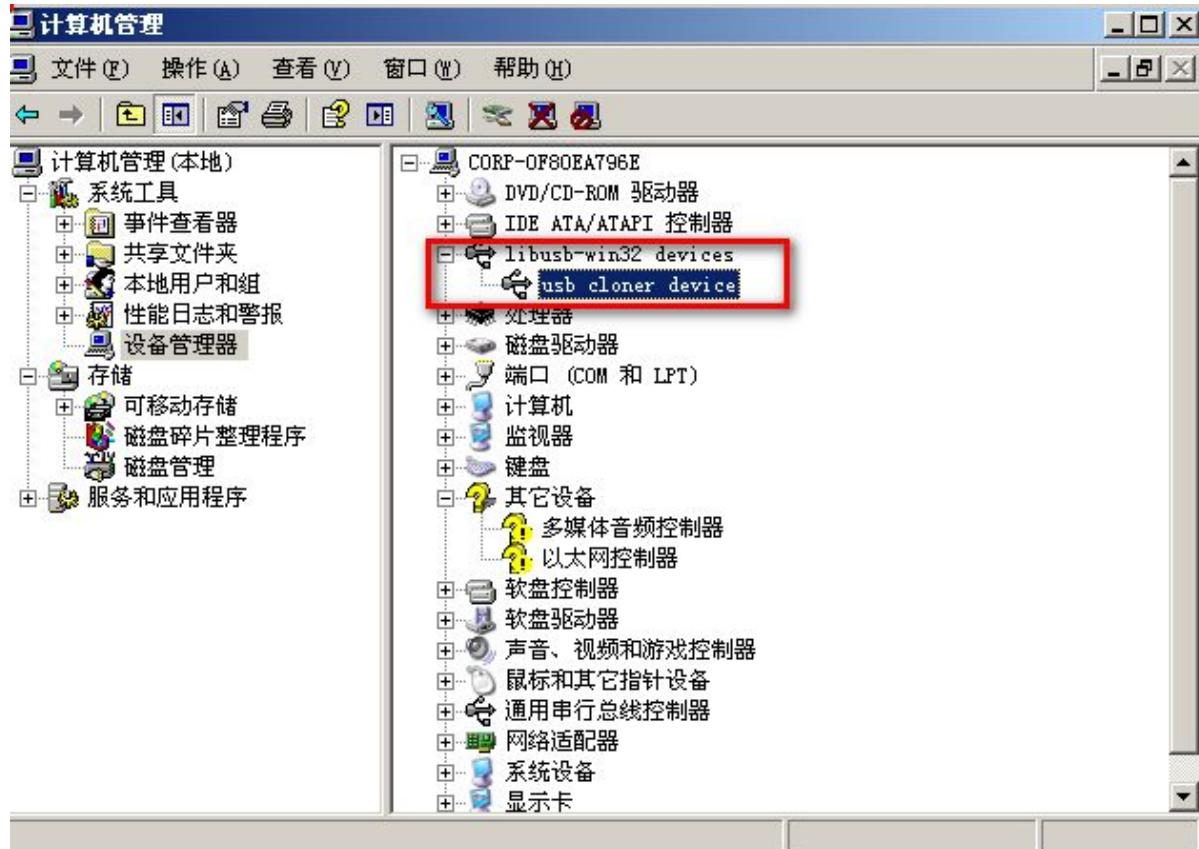

图 2-13
- 进入烧录模式后，系统会加载现有安装的驱动，此时我们需要在设备管理器中的设备上，右键单击选择“更新设备驱动程序”，如图 2-13 所示。